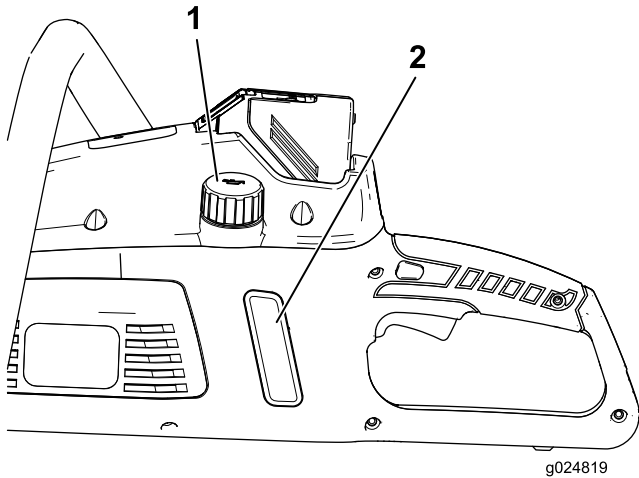

Figura 4
2. Limpie la zona alrededor del tapón de llenado de aceite (Figura 4).
3. Retire el tapón y vierta el aceite en la motosierra hasta que el aceite llene el visor (Figura 4).